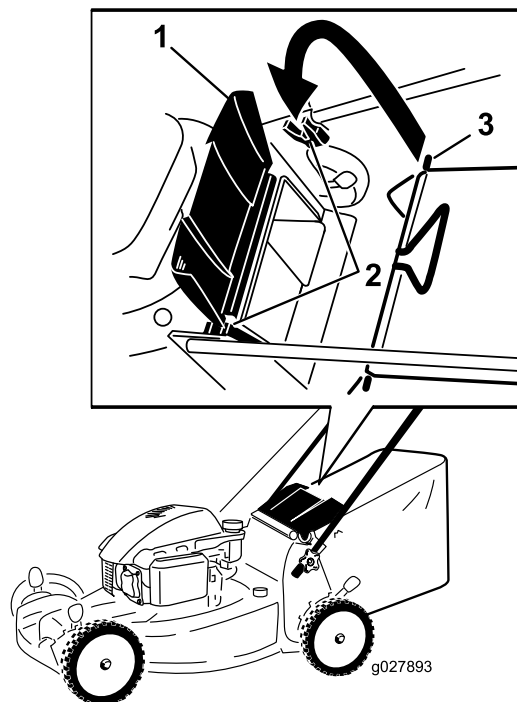

Figura 17
1. Levante y sujete el deflector trasero (Figura 17).
2. Instale la bolsa de recortes, asegurándose de que los pasadores de la bolsa descansan en las muescas de los soportes del manillar (Figura 17).